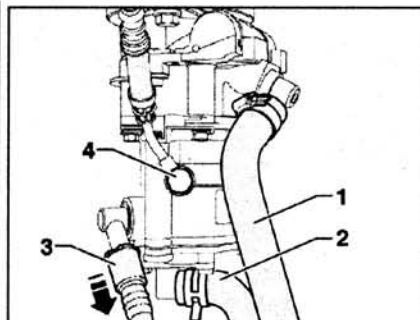

Рис. 6.26. Перекройте заборный шланг 1 на насосе хомутом 3094 и отсоедините его. Отсоедините сливной шланг 2 и вакуумную трубку 3. Отсоедините маслопровод 4.
4. Перекройте заборный шланг 1 на насосе хомутом 3094 и отсоедините его (рис. 6.26). Отсоедините сливной шланг 2 и вакуумную трубку 3. Отсоедините маслопровод 4.